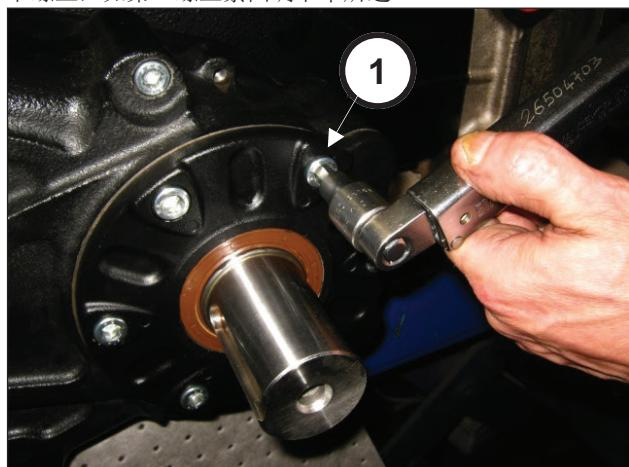

图82
拧紧6颗M10x25螺丝（部件号①, 图82）。利用扭力扳手调节螺丝，如第3 螺丝紧固调节章所述。